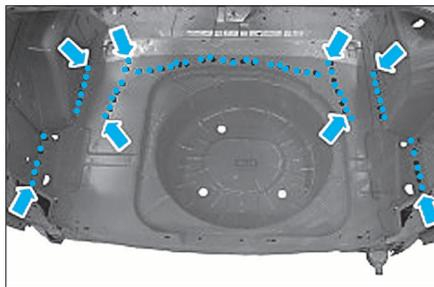

FIG. 117
• Souder en cordon continu (2).
• Souder par résistance par points (3).
• Souder par bouchonnage (Fig.117).